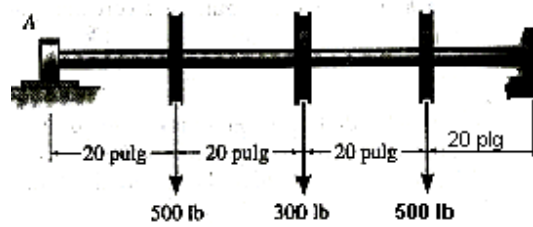

Figura 5.-
- 5.- La flecha de acero de la figura 5 tiene un diámetro de 2 pulg. Está soportada sobre chumaceras lisas A y B que ejercen sólo reacciones verticales sobre la flecha. Determine el esfuerzo máximo absoluto de flexión en la flecha cuando está sometida a las cargas mostradas de las poleas.